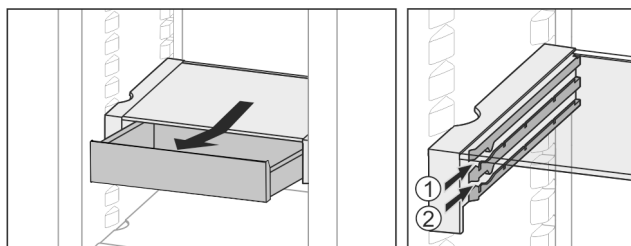

Fig. 35
- ▶ Вкарайте го на височина по избор Fig. 35 (1) или Fig. 35 (2).